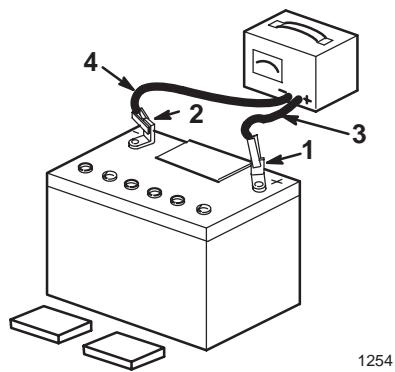

Bild 3
- Schließen Sie bei abgenommenen Verschlussdeckeln der Batterie ein 3- bis 4-A-Batterieladegerät an die Batteriepole an (Bild 3). Laden Sie die Batterie 4 Stunden lang bei 4 A oder weniger (12 V).
- Ziehen Sie, wenn die maximale Batterieladung erreicht ist, den Stecker des Ladegeräts aus der Dose und klemmen Sie dann die Klemmen des Ladegeräts von den Minus- und Pluspolen der Batterie ab (Bild 3).